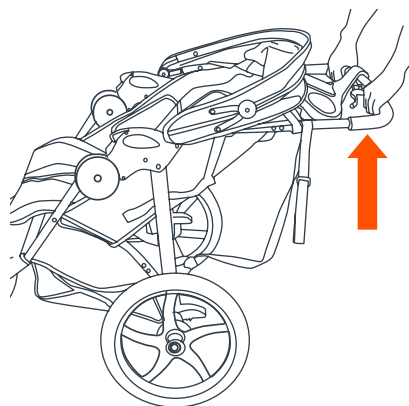

Fig. 19b
- Levante el manubrio del carrito con ambas manos hasta que el armazón del carrito esté erguido y trabado en la posición abierta (Fig. 19b). El carrito tiene pestillos accionados por resorte a ambos lados del armazón. Pruebe que ambos pestillos estén completamente sujetados antes de colocar a su hijo en el carrito.